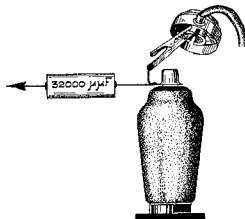

Fig. 5
5. Gemoduleerd signaal van 452 K.c. via 32.000  $\mu\mu\text{F}$  aan het eerste rooster van L2 toevoeren (fig. 5).
7. Gemoduleerd signaal van 452 kHz, via 32.000  $\mu\mu\text{F}$  aan het vierde rooster van L1 toevoeren (fig. 5).